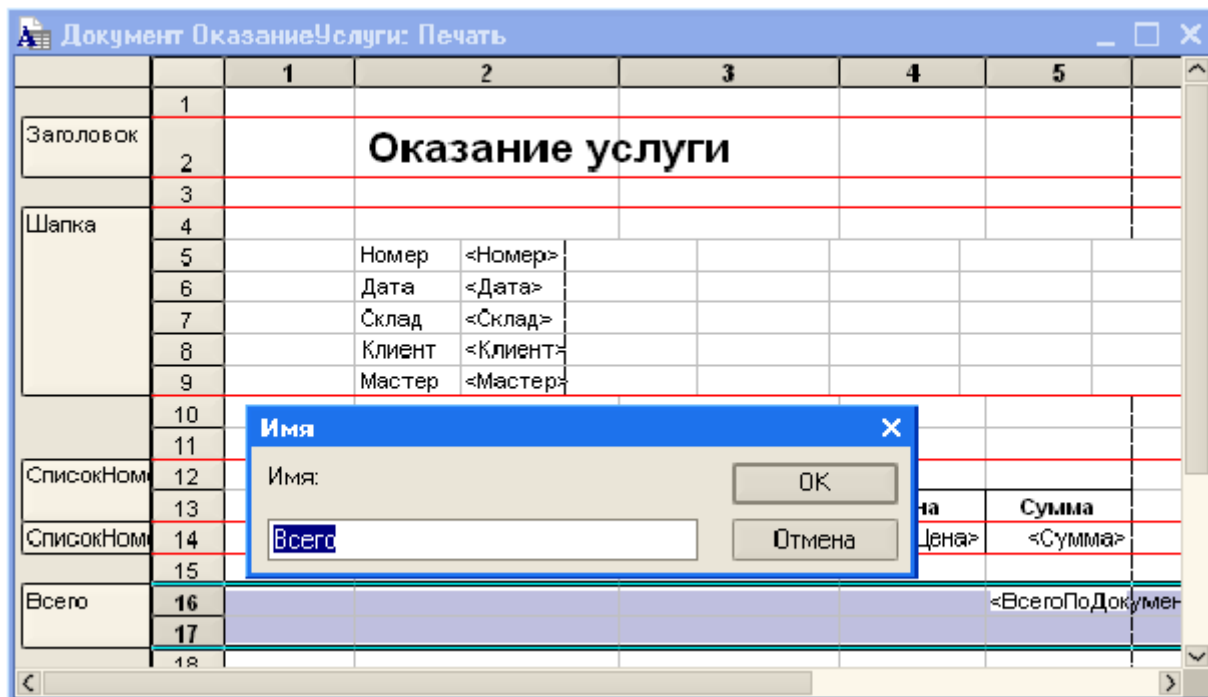

Рис. 79
- добавьте новую область для вывода итоговой суммы в документе, для этого выделите две пустые строки и выполните команду **Таблица** → **Имена** → **Назначить имя** (рис. 79);